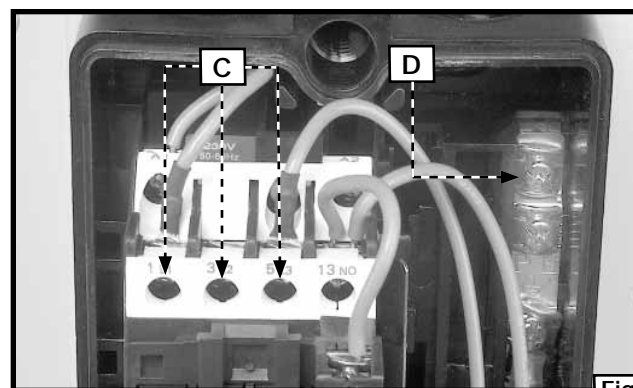

Fig. 16
3. Relier les trois fils actifs aux bornes (C) fig. 16, et le fil vert à la vis de mise à la terre (D).
4. Une fois l'appareil branché, vérifier la direction de la rotation du ventilateur du souffleur pour garantir que la rotation du moteur soit dans la bonne direction. Le ventilateur devrait tourner en sens horaire. Il est possible d'inverser la rotation du moteur en interchangeant n'importe quel deux fils des trois fils actifs entrants qui sont reliés aux bornes (C) fig. 16.